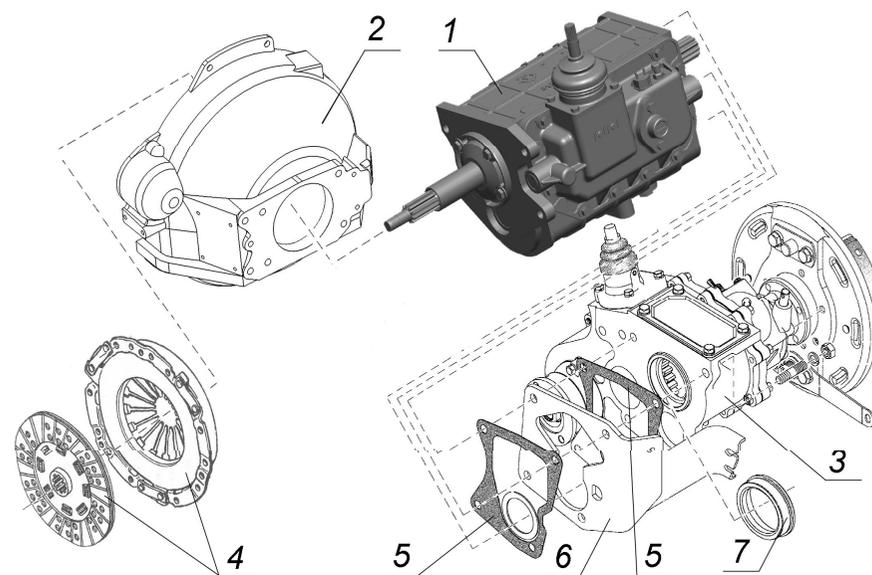

Рисунок 2. Особенности установки КПП
**3) При установке КПП взамен 5-ти ступенчатой КПП 31601-1700010 (УАЗ) необходима установка стакана 452-1802048, пластины 315195-1801008 между КПП и РК (пластина от КПП 31606-1700010 «Арзамас») троса привода стояночного тормоза 31602-3508068-10 (см. рисунок 2).**
На двигателе УМЗ должен быть установлен картер сцепления 420.1601015-01 (универсальный), где предусмотрены две дополнительные «разнесенные» точки для крепления пятиступенчатой КПП (при установке КПП потребуются перенести в них две шпильки крепления КПП). **Доработка картера сцепления старого образца (не универсального) невозможна.** Необходимо заменить картер сцепления на универсальный 420.1601015-01 (см. рисунок 2).